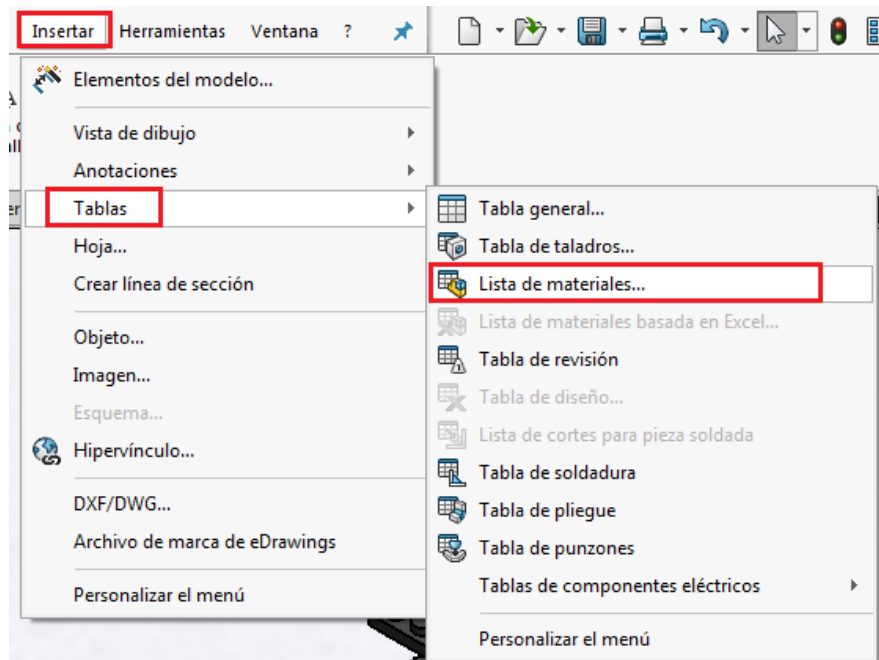

Ilustración 185
Paso 1: Teniendo el ensamble explotado en el plano se da clic en insertar, tablas, lista de materiales (ver ilustración 185).